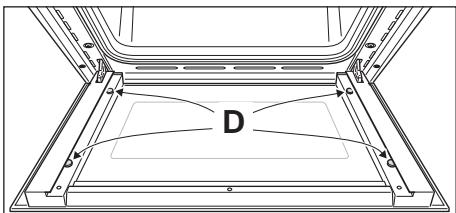

Fig. 6.21
- Vérifiez que les quatre patins en caoutchouc sont en place ("D" sur la fig. 6.21).
IMPORTANT: Il est conseillé, lors du remontage de la vitre, de bien tenir en position (par exemple à l'aide d'un doigt) les quatre patins en caoutchouc "D", afin d'éviter la rupture ou le glissement des patins en caoutchouc eux-mêmes (figure 6.21).